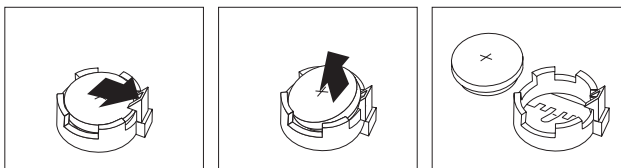

Figura 15. Retirada de la batería
5. Retire la batería antigua. Consulte la Figura 15.